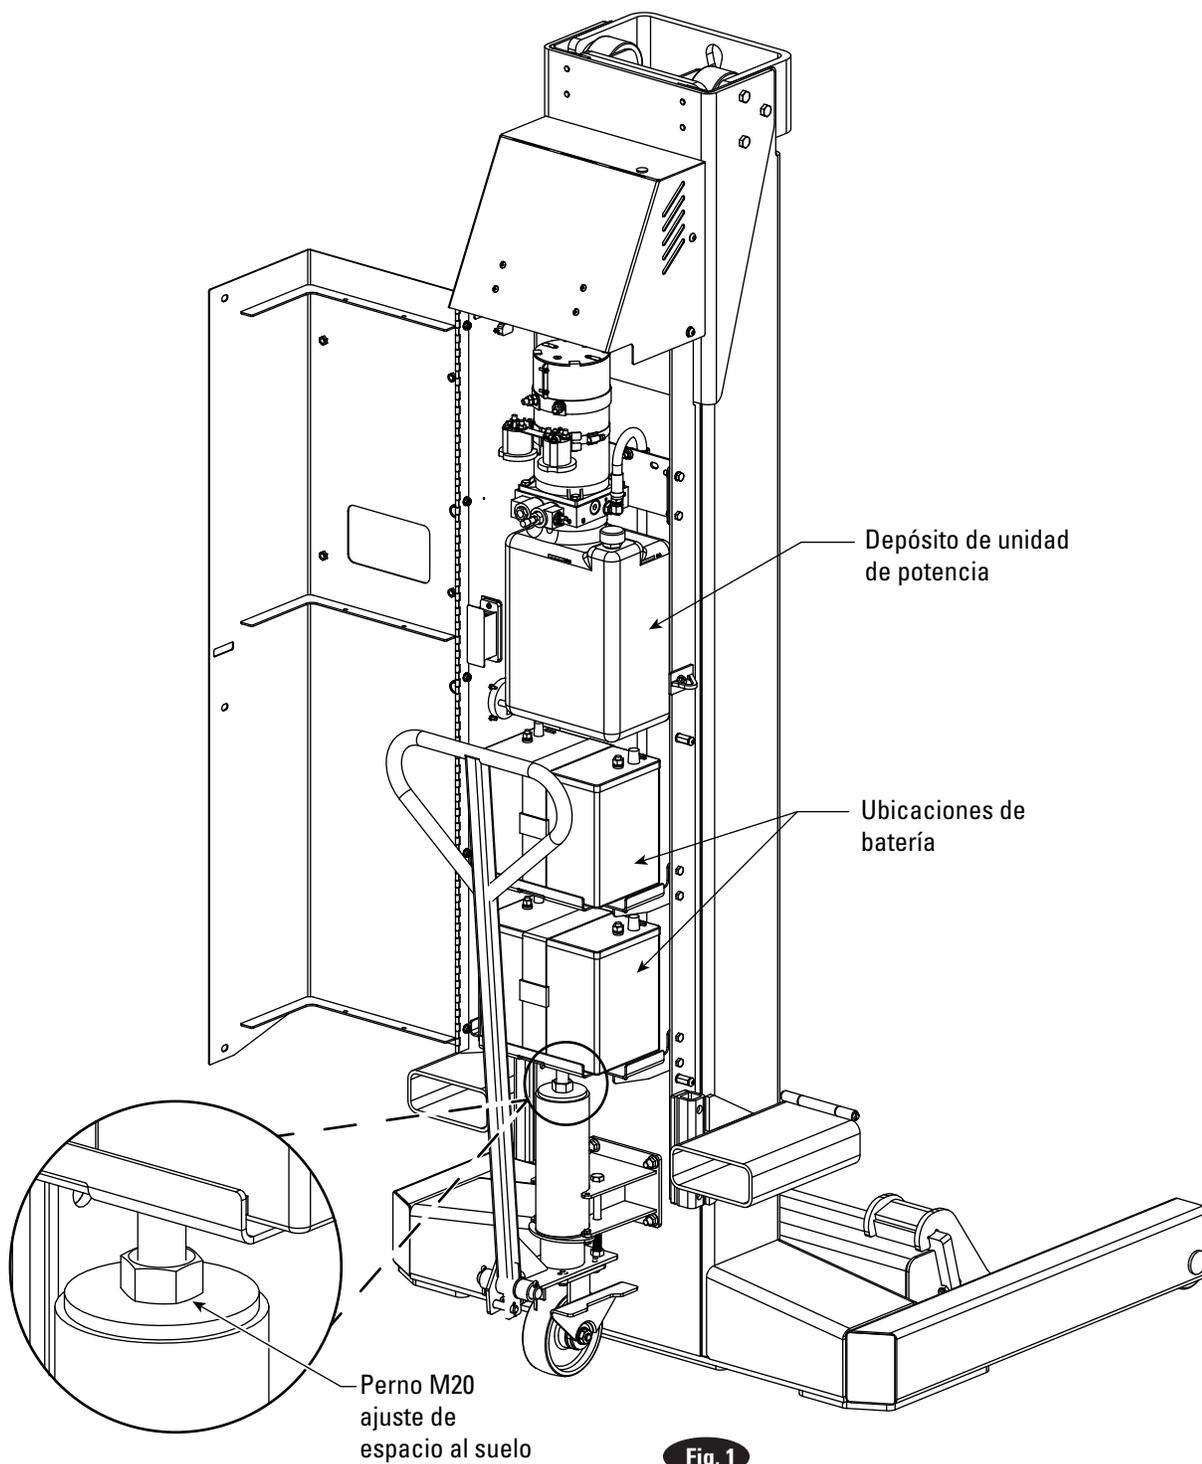

Fig. 1
5. Conecte las dos baterías a la ubicación mostrada en la fig. 1. Pueden usarse baterías distintas que cumplan con las especificaciones siguientes, pero pueden afectar al rendimiento.
Cuando se hayan añadido las baterías y el líquido, atornille el perno M20 hacia la derecha en el gato para ajustar el espacio del suelo de la columna sin carga, fig. 1. El espacio del suelo se determina según el giro del perno. Cuando la columna esté cargada, bajará automáticamente hasta el suelo.